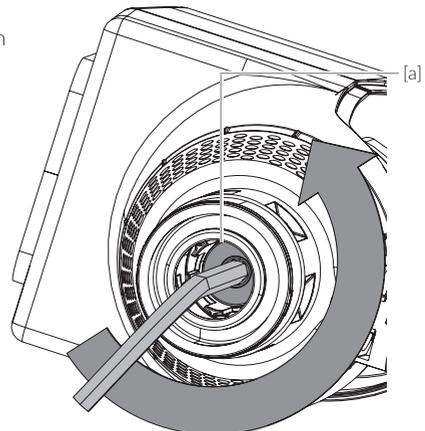

Abb. 9.5
- / Abb. 9.5: Reduzierhülse [a] von der Unterseite mit einem Innensechskantschlüssel in Pfeilrichtung lösen
Die Hauswasserstation **CLEAR** PRO RD und auch der Rückspülfilter **CLEAR** PRO R sind so konzipiert, dass nach der Demontage (gemäß Kapitel 9.3 Wartung Druckminderer, Abb. 9.5 bis 9.9) das Filterelement gereinigt oder ausgetauscht werden kann.